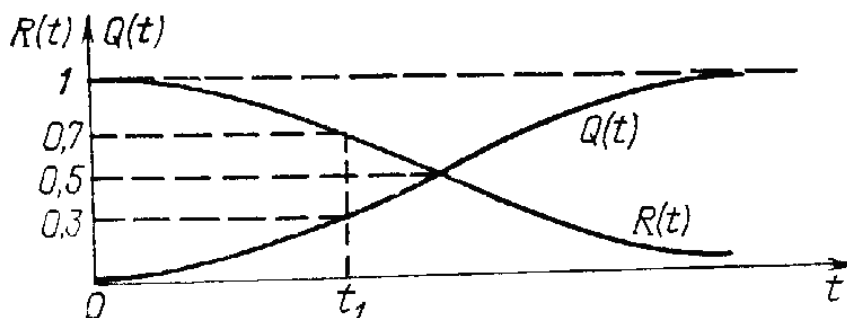

Рис. 3. Зависимость вероятности безотказной работы и вероятности отказа от времени
1) $0 \leq R(t) \leq 1$; 2) $R(0) = 1$; 3) $R(\infty) = 0$. Типичное изменение $R(t)$ показано на рис. 3. На практике часто приходится пользоваться понятием вероятности отказа $Q(t)$, т. е. события, противоположного событию безотказной работы. По определению $Q(t) = 1 - R(t)$.
Типичная зависимость вероятности отказа от времени изображена на рис. 3. Функция $Q(t)$ есть неубывающая функция времени.
Вероятность безотказной работы является основным количественным показателем (критерием) надежности, так как наиболее полно охватывает все многообразие факторов, влияющих на надежность. По вероятности $R(t)$ довольно просто судить о надежности аппаратуры. Чем больше $R(t)$, тем выше ее надежность. Этот критерий находит широкое применение при оценках надежности систем и в оперативно-тактических расчетах. Например, по кривым рис. 3 определяем, что за время t_1 часов испытаний отказывает в среднем 30% приборов и 70% приборов в среднем будут работать исправно.